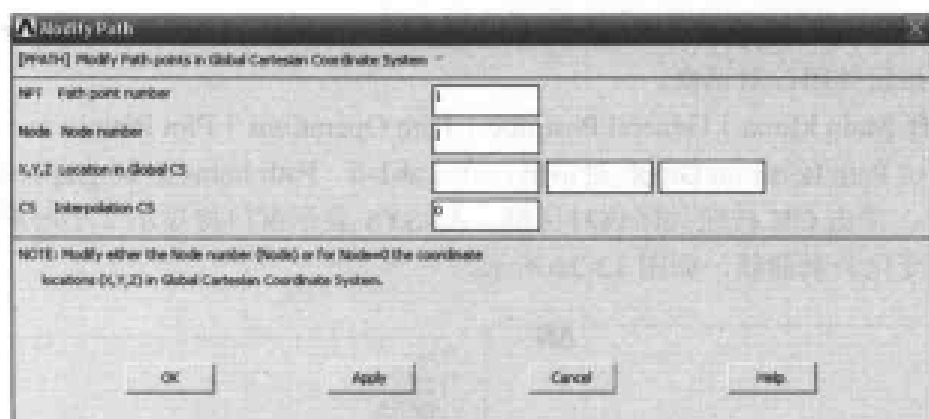

图 12-21 设置路径对话框
(24) 选择 Main Menu | General Postproc | Path Operations | Define Path | Modify Path 命令, 出现 Modify Path 对话框, 在 NPT Path point number 文本框中输入 1, 在 Node Node number 文本框中输入 1, 如图 12-21 所示。单击 Apply 按钮, 在 NPT Path point number 文本框中输入 2, 在 Node Node number 文本框中输入 NODE1, 单击 OK 按钮关闭该对话框。